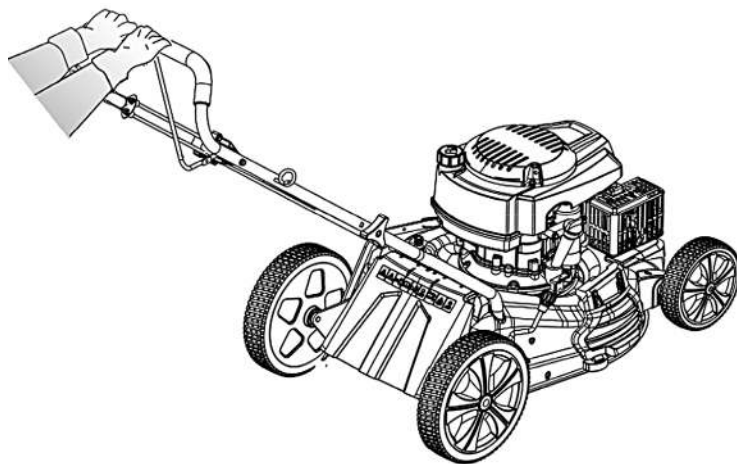

Рис. 12
6. В газонокосилках GLD-460SP и GLD-520SP реализована функция передачи крутящего момента на колеса для облегчения процесса скашивания. Для включения привода колес зажмите нижний рычаг, не отпуская рычаг привода ножа (рис. 12).